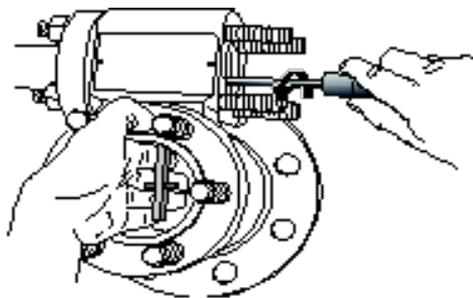

Figura 23
Para extraer el desplazador, se debe retirar el brazo de torsión. Una vez que los dos tornillos del brazo (133) hayan sido aflojados, sostenga el brazo de torsión para no dañar al tubo de torsión (Figura 23)
- Retire la brida superior (146) y brida ciega (144).
- Baje el brazo de torsión (135) y desenganche el desplazador (130). Un alambre en forma de gancho de acero de 3 mm facilita el desenganchar y sostener el desplazador. El alambre puede insertarse a través del orificio de la abrazadera.
- Extraiga los dos tornillos del brazo de torsión (133) y extraiga el brazo de torsión (135) de la cámara.
- Extraiga el desplazador de su cámara (131) o tanque.
- Asegúrese de que los requisitos para instrumentos instalados en áreas explosivas se siguen estrictamente. Quite el tornillo (106) del compartimiento de conexión y destornille la cubierta (104). Desconecte los cables de alimentación eléctrica y otros equipos de sus terminales (90)
- Extraiga las tuercas (142) que sostienen al subconjunto del tubo de torsión y deslice el subconjunto fuera de la cámara del mecanismo.
Para la instalación, siga el procedimiento inverso al descrito para extraer la caja del TND y el subconjunto del tubo de torsión (Sección 9.3) Se recomienda utilizar juntas nuevas (143-149) cuando se realiza la instalación (vea la figura 23).